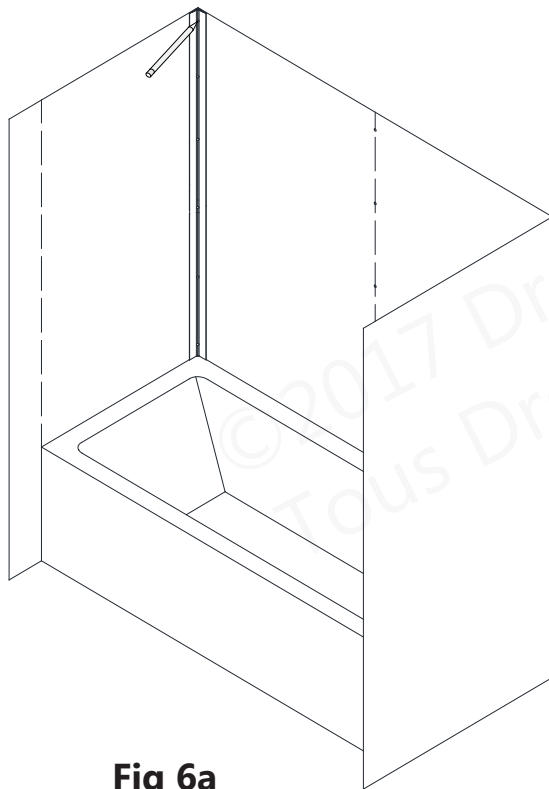
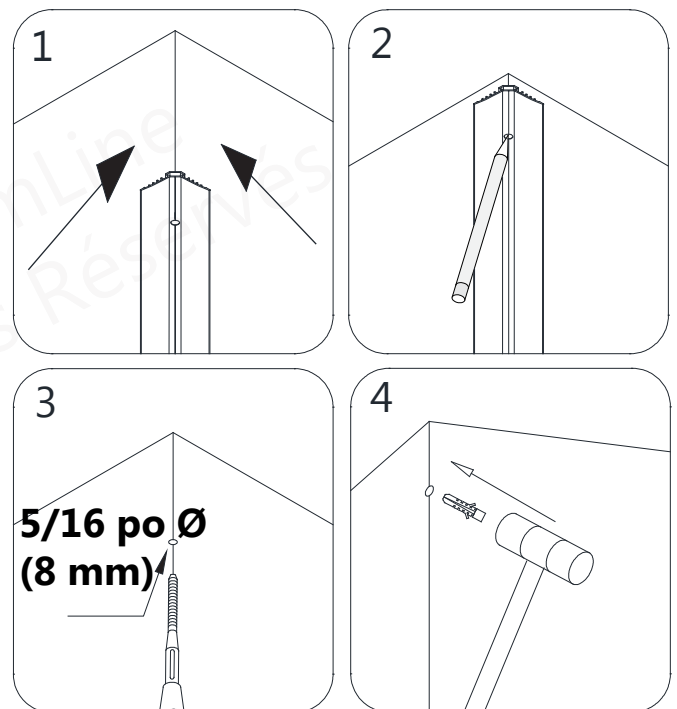

**Fig 5a**
**Fig 5b**
**5.** Placez la **bande d'étanchéité du centre (N° 05)** en position verticale sur la ligne centrale du mur arrière (de l'étape 2) et marquez les trous à percer à travers les perforations pré-usinées de la **bande d'étanchéité du centre (N° 05)**. Percez les trous dans le mur avec une mèche **5/16 po Ø (8 mm)** et insérez les **ancrages muraux (N° 06)**. (Fig. 5a et Fig. 5b)